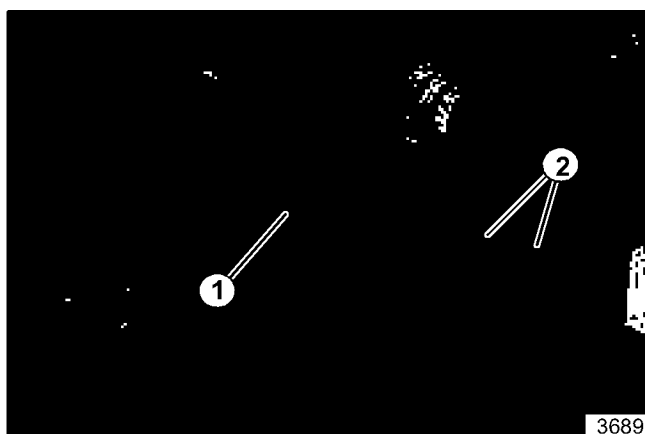

Figure 23. Réglage de la butée de courroie
17. Engager l'embrayage d'entraînement du porte-lames. Vérifier l'intervalle entre la poulie-guide et la butée de courroie boulonnée à la plaque de montage, cet intervalle devrait être de 2 mm (1/16"). Desserrer, si nécessaire, la butée de courroie et la re-placer (voir la figure 23). Serrer le hardware.